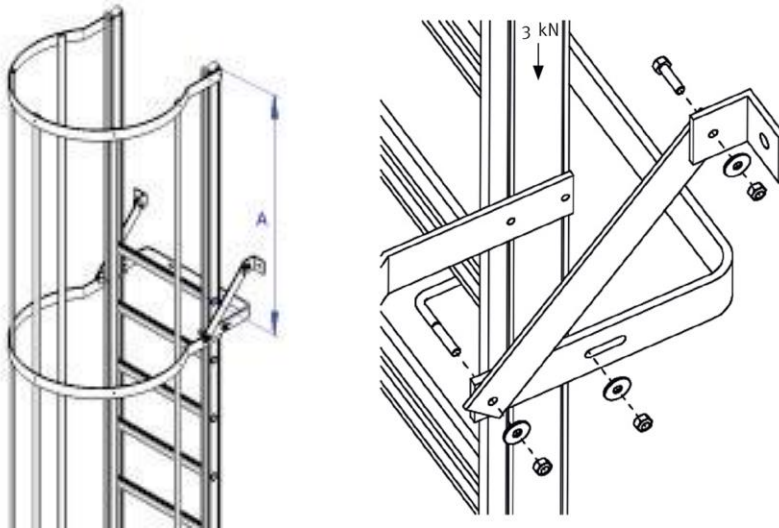
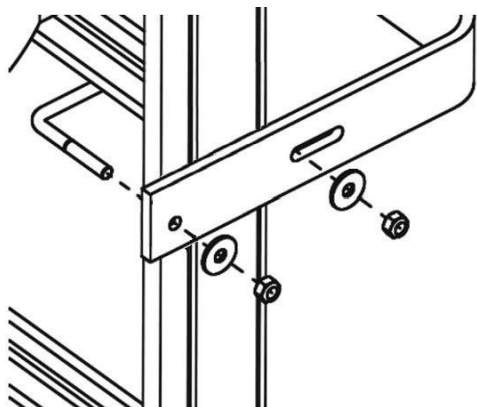

Figure 1
Figure 2
- Choisissez les bons matériaux de fixation. Pour calculer la résistance de l'ancrage, considérez une force de 3 kN dans chaque style, dans le sens de la ligne médiane (voir figure 1). L'ancrage et ses connexions doivent pouvoir supporter une charge de 3 000 N par poteau. Un maximum de 4 ancrages peut être envisagé. prises pour contribuer à ce fardeau
- Montez le(s) support(s) mural(aux) et le(s) support(s) de suspension sur les sections de l'échelle (voir figures 1 et 2). Veillez à ce que le support mural soit monté autant que possible directement sous l'échelon. La distance maximale entre deux supports muraux est de 2 mètres.
Toute échelle "flottante" qui ne repose pas sur une fondation doit être montée avec au moins un ensemble de supports de suspension, comme le montre la figure 1. Un ensemble de support de suspension se compose d'un ensemble de support mural comme indiqué sur la figure 2, avec 2 bandes de renfort angulaires et 2 lignes angulaires pour la fixation au mur à l'arrière. Montez le kit de support de suspension au bas de la section de sortie (A).